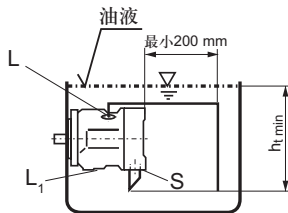

图3
a) 如最低油液面高于泵的上界面：堵住“L1”，打开“L”和“S”，将吸油管与吸油口S相连，“L”的布管应距离吸油管至少200mm。（参见图3）。